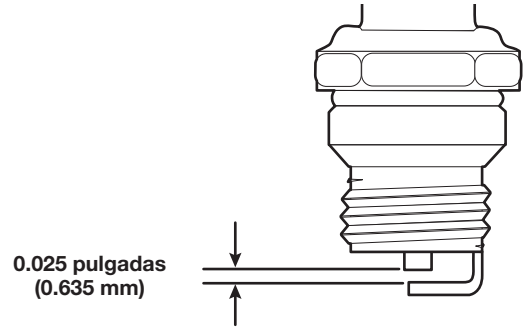

Fig. 41
6. Use un calibrador de separación para ajustar una separación de aire de **0.025 pulgadas (0.635 mm)** (Fig. 41).